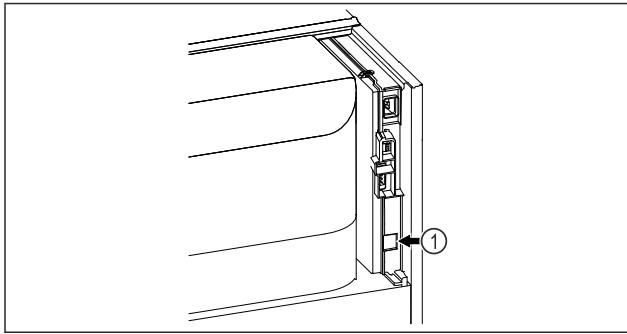

Fig. 100
- ❑ SmartModule Fig. 100 (1) naudojamas.